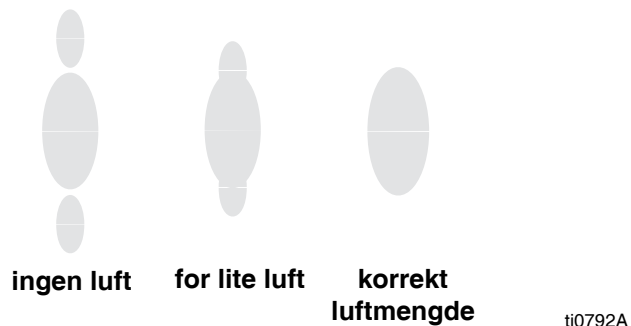

FIG. 7. Problemer med sprøytemønster
- Se FIG. 7. Sett forstøvningslufttrykket til ca. 35 kPa (0,35 bar, 5 psi) når pistolen trekkes av. Kontroller sprøytemønsteret, øk deretter lufttrykket sakte helt til haleendene helt forstøves og blir en del av sprøytemønsteret. Gå ikke over et 0,7 MPa (7 bar, 100 psi) lufttrykk på pistolen.
3. Se FIG. 7. Vri mønsterreguleringsknotten (AA) mot urviseren (ut) for å få et smalere mønster. Hvis mønsteret fremdeles ikke er smalt nok, øk lufttrykket til pistolen litt mer eller bruk en dyse i en annen størrelse.